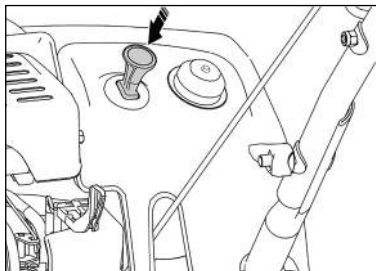

Рис. 9
3. Нажмите на ключ двигателя для перемещения его в положение «Запуск» (рис. 9).